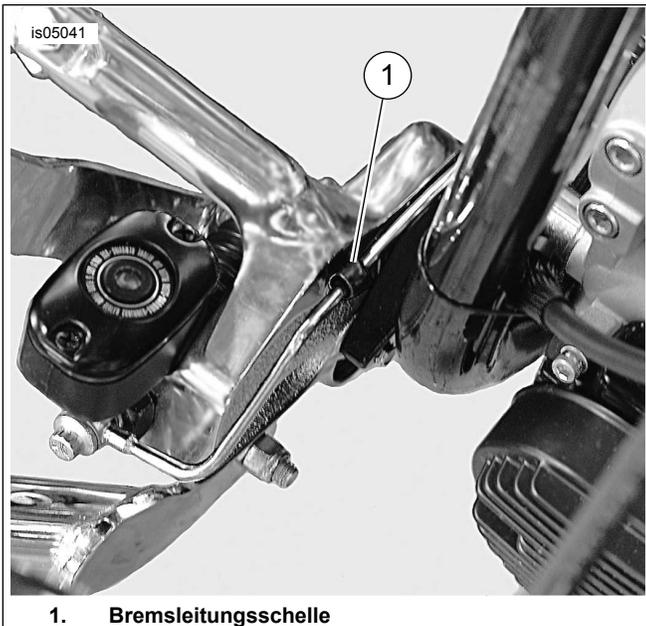

Abbildung 2. Bremsleitungsschelle
3. Siehe Abbildung 2. Die Schelle (1) um die Bremsleitung anbringen und den Befestigungsteil auf ein Drehmoment von 3,4 N·m (30 in-lbs) anziehen.